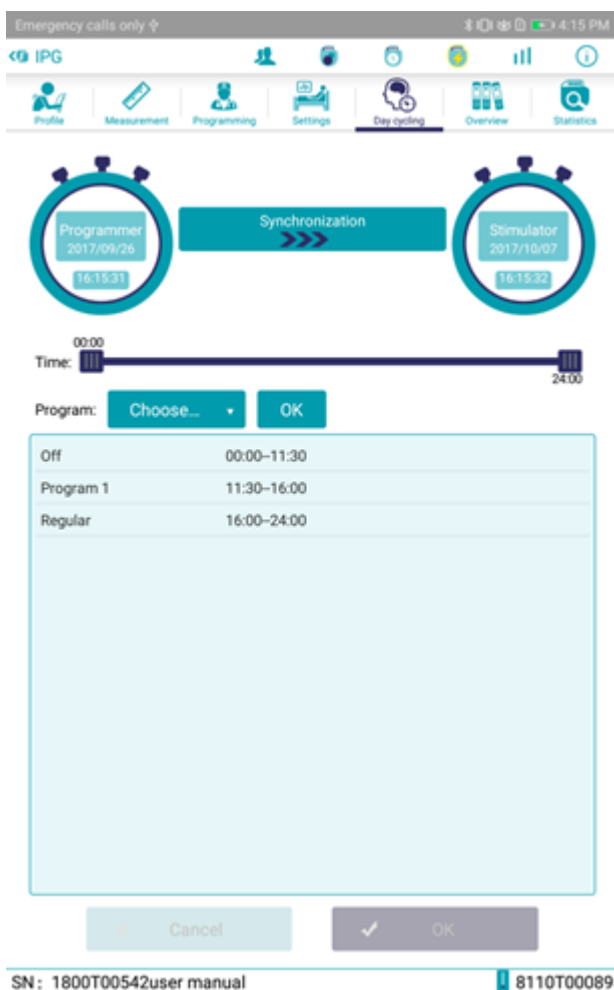

FIGURA 49: Página del ciclo diurno.
2. Acceda a la página del Ciclo diurno después de una conexión exitosa con el IPG (Figura 49).